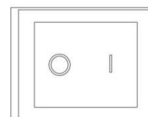

Fig. 6.8
verser OFF, comme indiqué sur la figure 6.8.
- Assurez-vous que le coupe-circuit de l'alimentation par batterie est en position « I », comme indiqué sur la figure 6.8. Cela le met dans son état de fonctionnement normal.